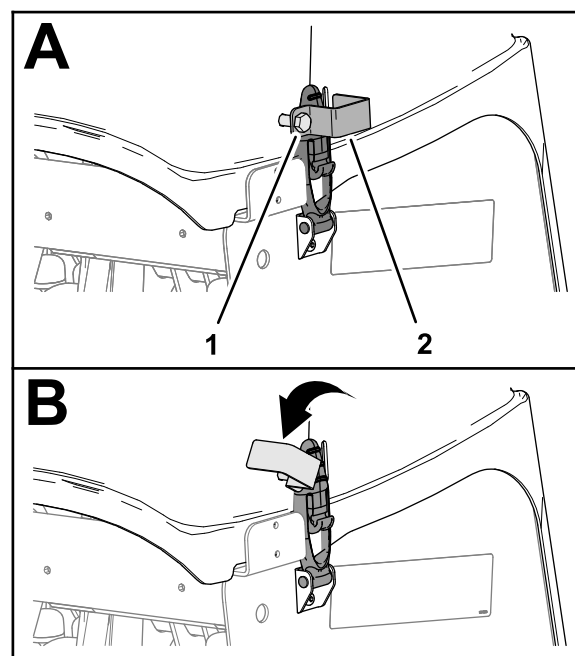

Figura 149
1. Dacă maina dumneavoastră dispune de elemente de blocare CE, slăbiți urubul plăcii de blocare până când placa de blocare iese din fanta aflată în partea laterală a capacului capului de carotaj (Figura 149).
2. Rotiți placa de blocare pentru a o scoate din elementul de fixare (Figura 149).